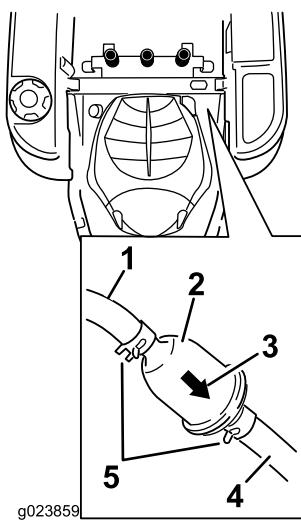

Figura 34
3. Localice el filtro de combustible en el lado izquierdo del motor, según se muestra en Figura 34.
4. Apriete los extremos de las abrazaderas y deslícelas por el tubo alejándolas del filtro (Figura 34).
6. Instale un filtro nuevo – la flecha que indica el sentido de flujo debe apuntar hacia el motor. Acerque las abrazaderas al filtro (Figura 34) para sujetarlo.